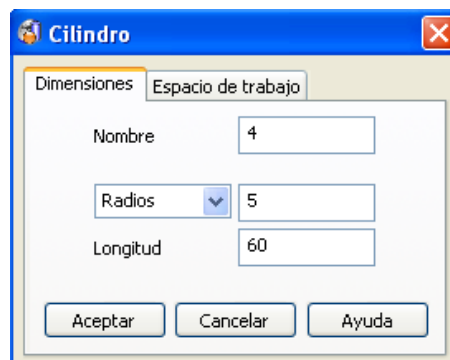

Figura 2.60 Modificar dimensiones.
- De la Barra de Herramientas Superficies , seleccionar Cilindro Primitivo . Escribir en la casilla Introducir comando , pulsar Intro. Hacer doble clic sobre el cilindro para abrir el formulario Cilindro, modificar las dimensiones Radios a 5 y Longitud a 60 (Figura 2.60).